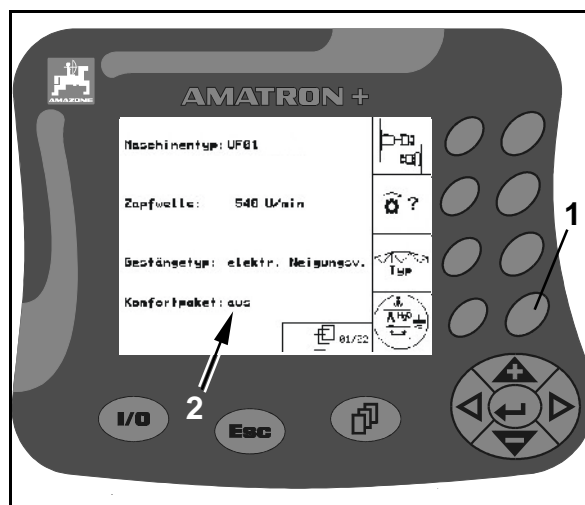

Fig. 39
1. Funktions-Taste (Fig. 39/1) einmal betätigen.
→ Im Display erscheint "ein" (Fig. 39/2) und die Funktion "Komfortpaket" ist eingeschaltet.
2. Funktions-Taste nochmals betätigen (Fig. 39/1).